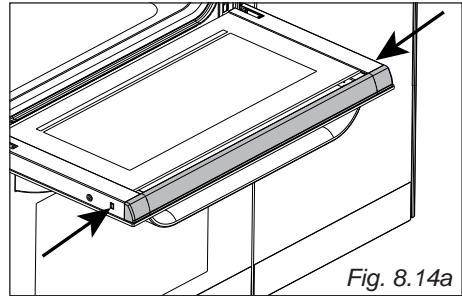
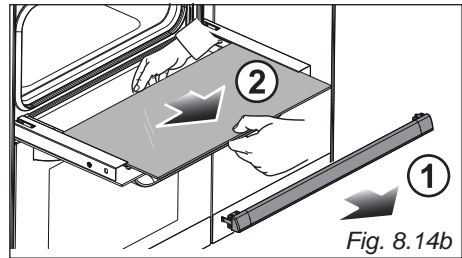

Fig. 8.14a
Fig. 8.14b
- Appuyer sur les deux languettes pour décrocher le support supérieur (flèche in figure 8.14a), puis enlever doucement le support (flèche 1 in figure 8.14b).
- Sortez en douceur la vitre intérieure (flèche 2 in figure 8.14b).